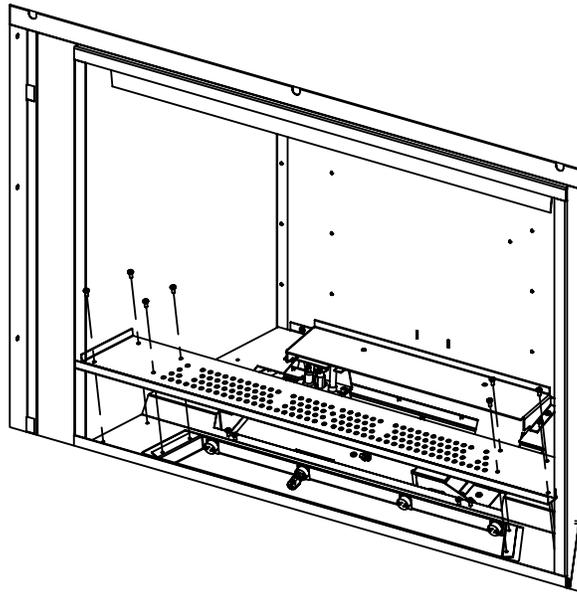

Figure 22. Enlèvement de Bacs de Support
4. Retirez le bac de support en retirant les quatre (4) vis T-20 (voir Figure 22).